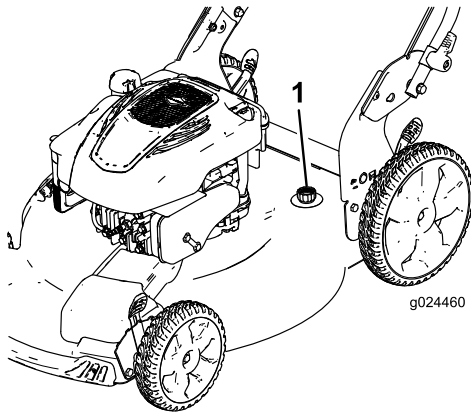

Figure 26
4. Branchez un tuyau d'arrosage, relié à une arrivée d'eau, au raccord de lavage du carter de la machine (Figure 26).